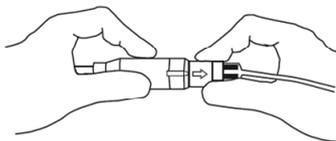

図1
- (1) 滅菌済手袋を着用し、ケーブル側のコネクタに付いた矢印と電極カテーテル側のコネクタに付いている目印を合わせる。
- (2) 電極カテーテル側のコネクタにケーブル側のコネクタを差し込む(図1)。カチッと音がするまで差し込むと、電極カテーテル、ケーブルの両コネクタがしっかり固定される。